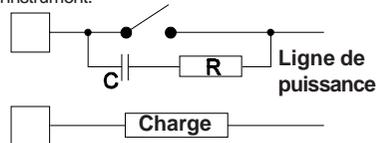

Fig. 9 CONTACT EXTERIEUR MONTE EN SERIE SUR LE CONTACT DE SORTIE DE L'INSTRUMENT
En de tels cas, nous recommandons de raccorder un filtre RC en parallèle avec le contact extérieur (ou avec le contact intérieur non protégé) suivant les indications fig. 9. Les valeurs de la capacité (C) et de la résistance (R) sont indiquées au tableau suivant.